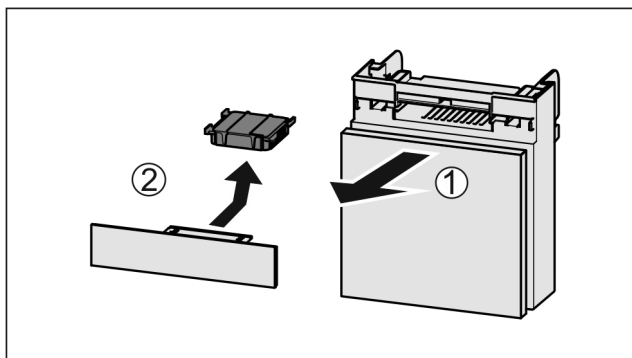

Fig. 147
- Pretinac izvucite Fig. 147 (1) prema naprijed.
- Izvadite filter s aktivnim ugljenom Fig. 147 (2).